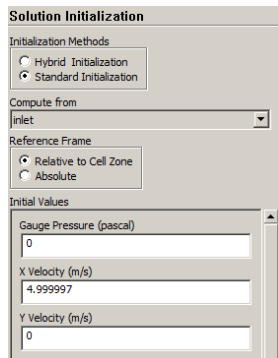

Рис. 36 – Изменение настроек ссылочного давления
**Шаг 6.** Выполнение так называемой инициализации расчётной модели – заполнения памяти компьютера начальными значениями переменных, необходимыми для проведения первой итерации. Для инициализации нужно перейти на вкладку *Solution Initialization* (инициализация решения), на панели выбрать стандартный тип инициализации (рис. 36) - *Standard Initialization*. Затем в поле *Compute from* выбирается входная граница (*inlet*), в качестве инициализационной, и нажимается кнопка *Initialize*. При этом во всей расчетной области начальные параметры в ячейках становятся такими же, как на входе.